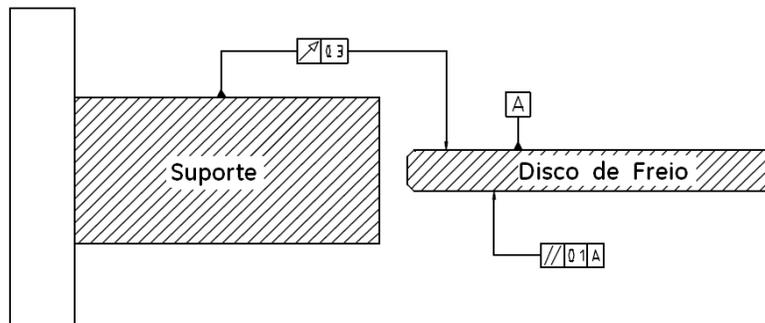

Figura 27 – Montagem dos Freios
5. Verifique se o paralelismo e o batimento entre as peças está de acordo com a Figura 27;